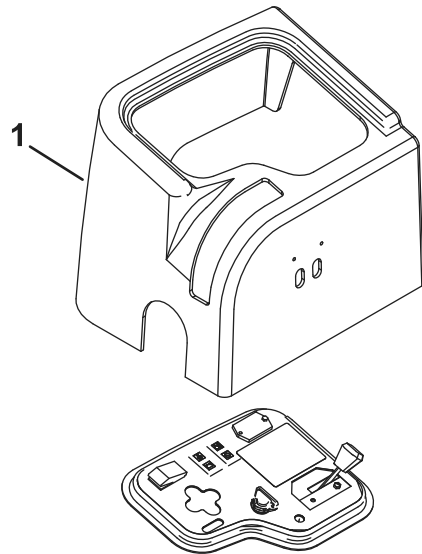

图 2
3. 拆下固定控制台护罩的 2 个螺丝，并拆下护罩（图 2）。